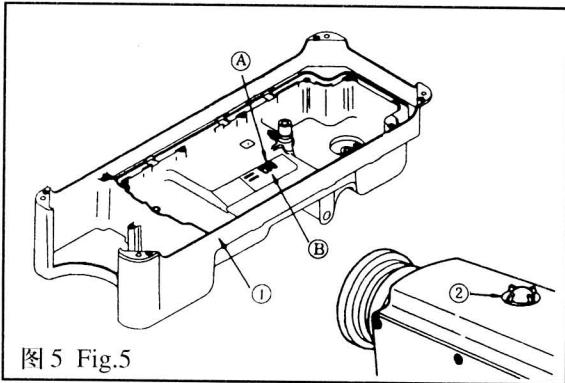
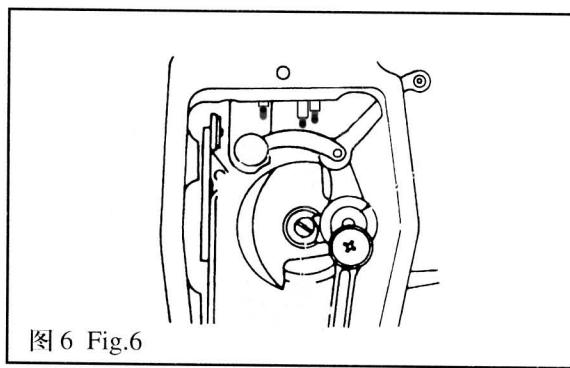

图 5 Fig.5
图 6 Fig.6
## 2. 机器的润滑(图 5、图 6)
### 2. LUBRICATION (Fig.5, Fig.6)
#### 1. 润滑须知:(图 5)
- 1) 向油盘①内加缝纫机油(10号白油)至 HIGH 记号部位 A。(图 5)
- 3) 加油后, 开动机器, 应看到油液飞溅到油窗②上, 说明润滑正常。
#### 2. 面部油量采用油线渗油的方法: ( 图 6)
##### 1. Information on lubrication (Fig.5)
##### 2. The amount of oil which supplied to the face plate parts can use oil wick to seep oil (Fig.6)